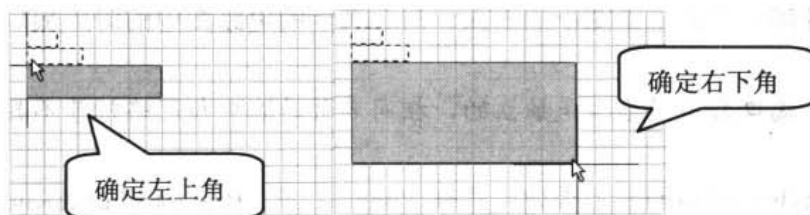

图 4-45 放置方块电路图
- (1) 执行菜单命令 Place|Sheet Symbol, 或用鼠标左键单击电路绘图工具栏 PlaceSheet Symbol 按钮 , 或按下 Alt+P+S 键, 系统即进入放置方块电路图状态。
- (2) 确定方块电路图的左上角。执行命令后, 光标形状变成了十字形状, 并附带上了一个默认大小的方块电路图; 移动十字光标到适当位置, 单击鼠标左键或按下 Enter 键即可确定方块图的左上角。
(3) 确定方块电路图的右下角。再移动十字光标到另一个适当位置，单击鼠标左键或按下 Enter 键确定方块图的右下角，从而便完成了画一个方块图。执行过程，如图 4-45 所示。